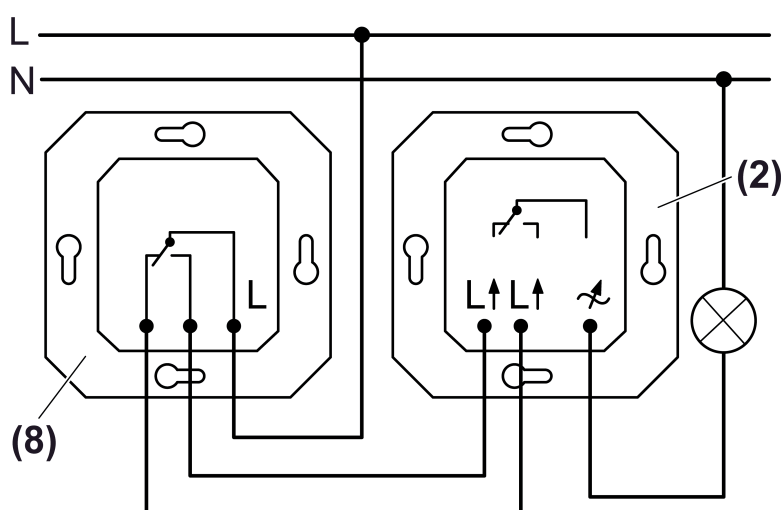

Figure 3: Commutation intermittente
- Raccorder le variateur (2) et l'interrupteur va-et-vient (8) conformément au schéma de raccordement (figure 3).